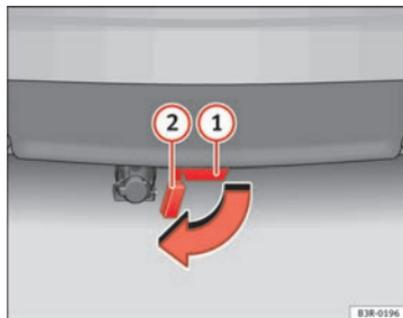

Fig. 152 Parachoques trasero: Abrir el tapón
- Extraiga hasta el tope final el tapón (2) ⇒ fig. 152 del tubo de enclavamiento (1) que se encuentra debajo del parachoques. El tapón encastra de un modo automático en el tope final.